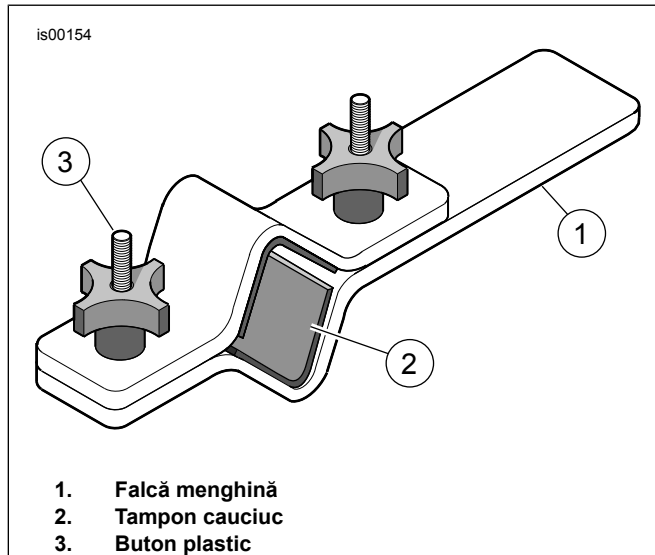

Figura 6. Suport tub de furcă (HD-41177)
1. Figura 6 Montați furca în suportul tubului de furcă (HD-41177), după cum urmează:
- a. Prindeți capătul instrumentului (1) în menghină în poziție orizontală.